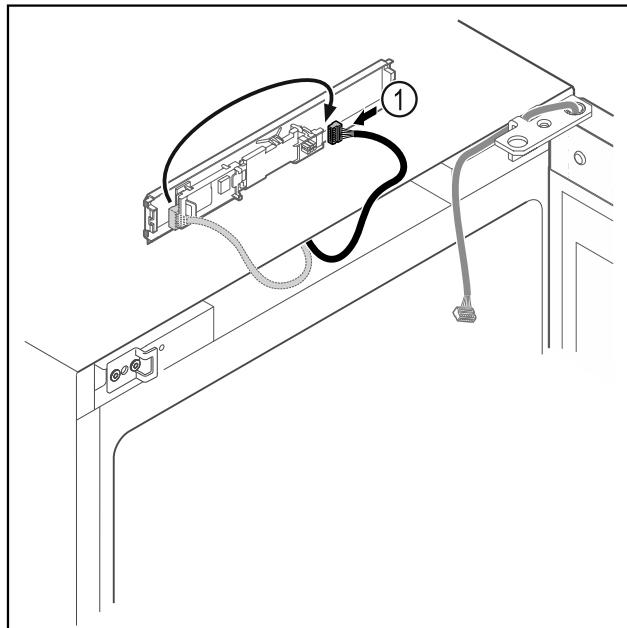

Fig. 19
► Lidhni spinën Fig. 19 (1) në qark në anën tjeter.